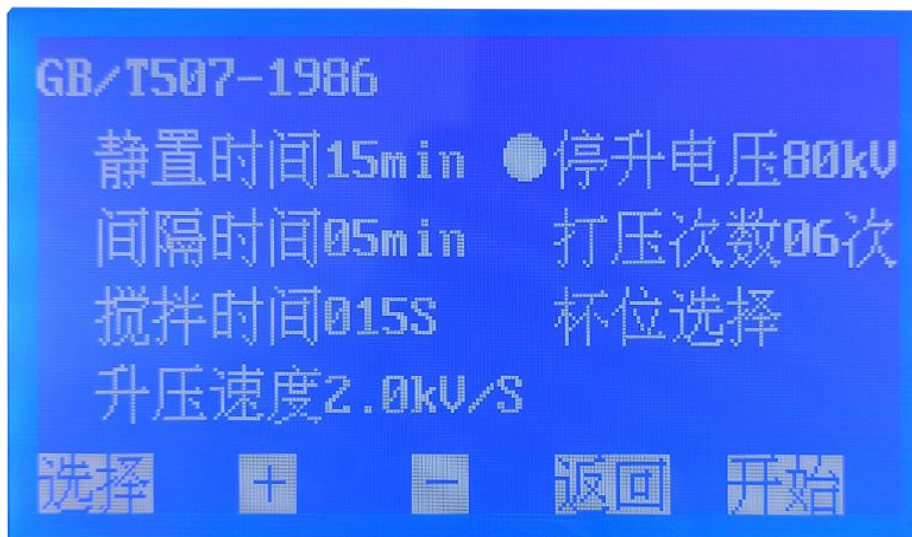
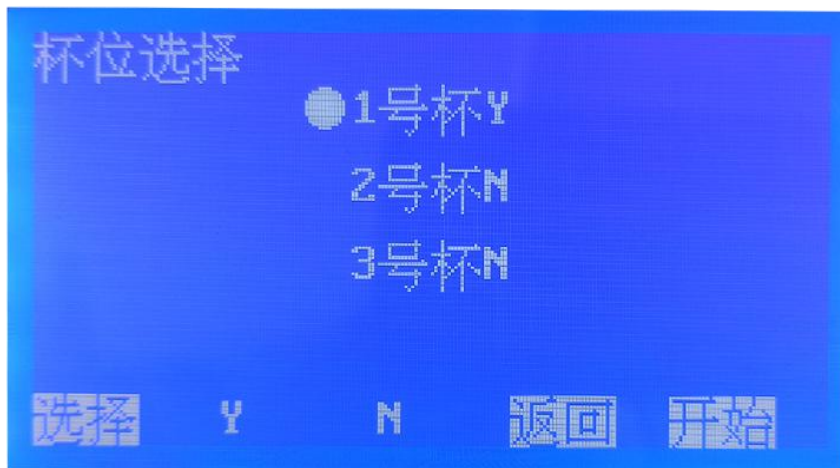

图 3. GB/T507-1986 子页面
图 4. 杯位选择界面
3. 在图 2 页面下，按 选择 键移动光标√ 至 GB/T507-1986 处，按 确认 键即可进入国标 GB/T507-1986 设置子页面（图 3）。
在图 3 页面下，按 **+** 或 **-** 键设置 **停升电压**，其默认值是 80 kV，可选范围 10 kV~80 kV（档位增量 10 kV）。选择好停升电压后，按 **选择** 键移动光标至 **杯位选择** 图 4，Y 为选中杯位，N 为取消杯位。每次试验前必须选择杯位方可试验。选择好杯位后，按 **开始** 键进行测试。
4. 在图 2 页面下，按 **选择** 键移动光标 **√** 至 **GB/T507-2002** 处，按 **确认** 键即可进入国标 **GB/T507-2002** 设置子页面（图 4）。